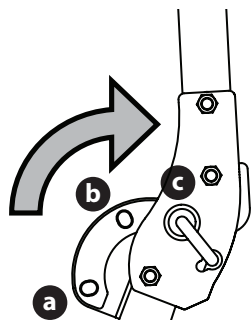

Figure 5
- Lorsque les deux goupilles de verrouillage sont bloquées en position de RÉGLAGE, soulevez et tournez lentement la SPCR de la position TRANSPORT (a), au-delà de la position TRANSPORT AVEC DISPOSITIF D'ENSACHAGE (b) et jusqu'à la position FONCTIONNEMENT (c) (Figure 5).